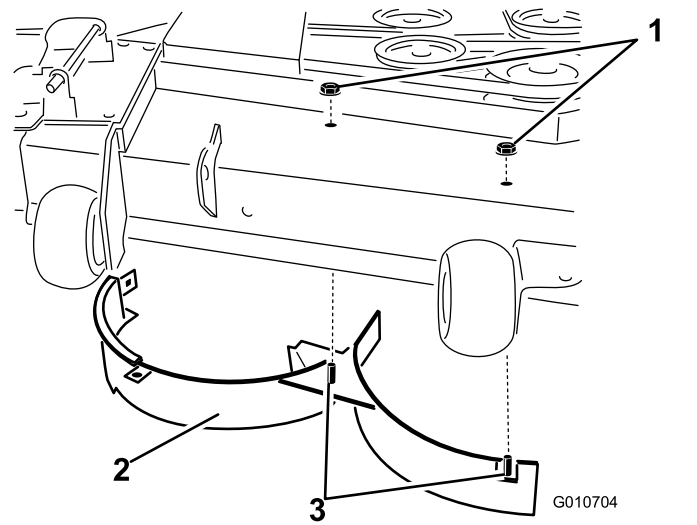

Figura 37
- Retire el perno de cuello cuadrado y la contratuerca que sujetan el deflector derecho a la parte superior de la carcasa del cortacésped, y retire el deflector derecho de la carcasa del cortacésped (Figura 37).
- Instale las fijaciones retirados anteriormente en los taladros delanteros de la placa de descarga y en el taladro delantero de la carcasa (Figura 37).
- Retire las 2 contratuercas (5/16") que sujetan las clavijas soldadas del deflector derecho a la parte superior de la carcasa del cortacésped en las posiciones centro y centro derecha (Figura 37).